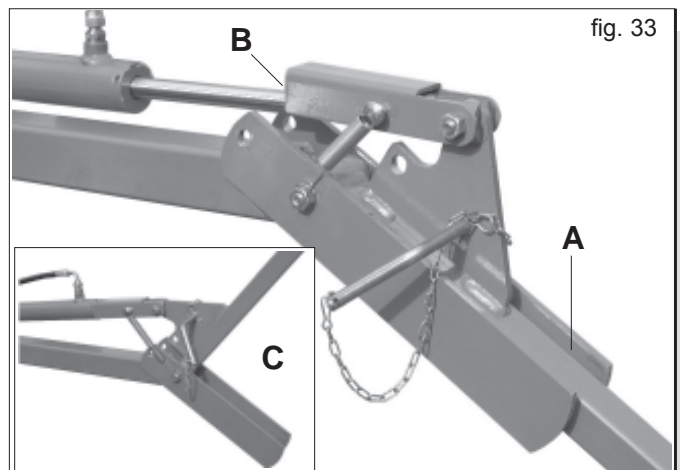

fig. 33
- 3) Azionare l'impianto oleodinamico portando i bracci dell'erpice a fine corsa (A Fig. 33).
- 5) Assicurarsi che la staffa di fermo sia ben posizionata lungo lo stelo del cilindro (B Fig. 33).
Quest'ultima operazione permette, durante le fasi di svolta in capezania o di qualsiasi altra manovra con macchina sollevata da terra, di alzare parzialmente l'erpice copriseme (C Fig. 33) e di posizionarlo correttamente durante il successivo abbassamento della seminatrice.